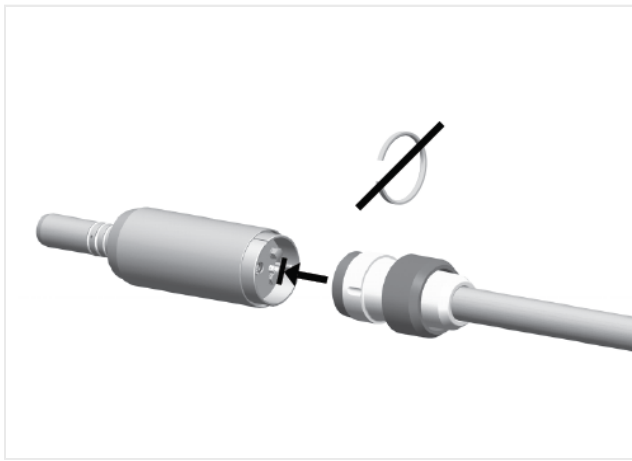

FIG. 2
2. Conecte el motor al tubo flexible patentado (sin el anillo dividido) como se muestra en FIG. 2.